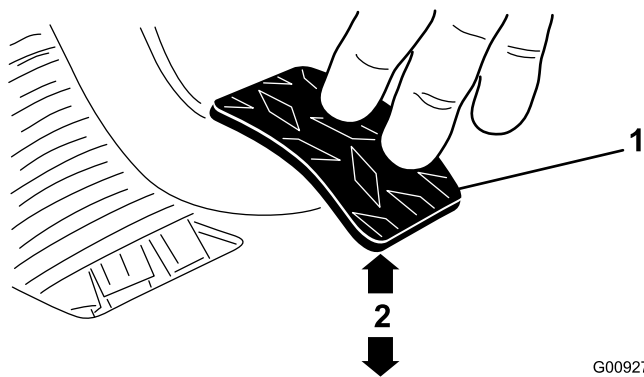

Figura 62
3. Ajuste las contratuercas o la articulación esférica hasta que el borde trasero del pedal del embrague esté a 9.2 mm – 9.8 cm ($3\frac{5}{8}$ " – $3\frac{7}{8}$ ") del borde superior del dibujo a rombos de la chapa de suelo al aplicar una fuerza de 1.8 kg (4 libras) al pedal (Figura 62).